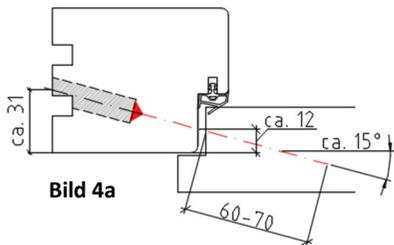

Bild 4a
- Vorbohren des Rahmenstocks ( $\varnothing$  5,5mm) sowie Ansenkung ( $\varnothing$  14mm) mit ca. 35mm Tiefe - Bild 4a und 4b
- Vorbohren der Oberblende ( $\varnothing$  4.0mm) und der Distanzbeilagen – Bild 4a und 4b